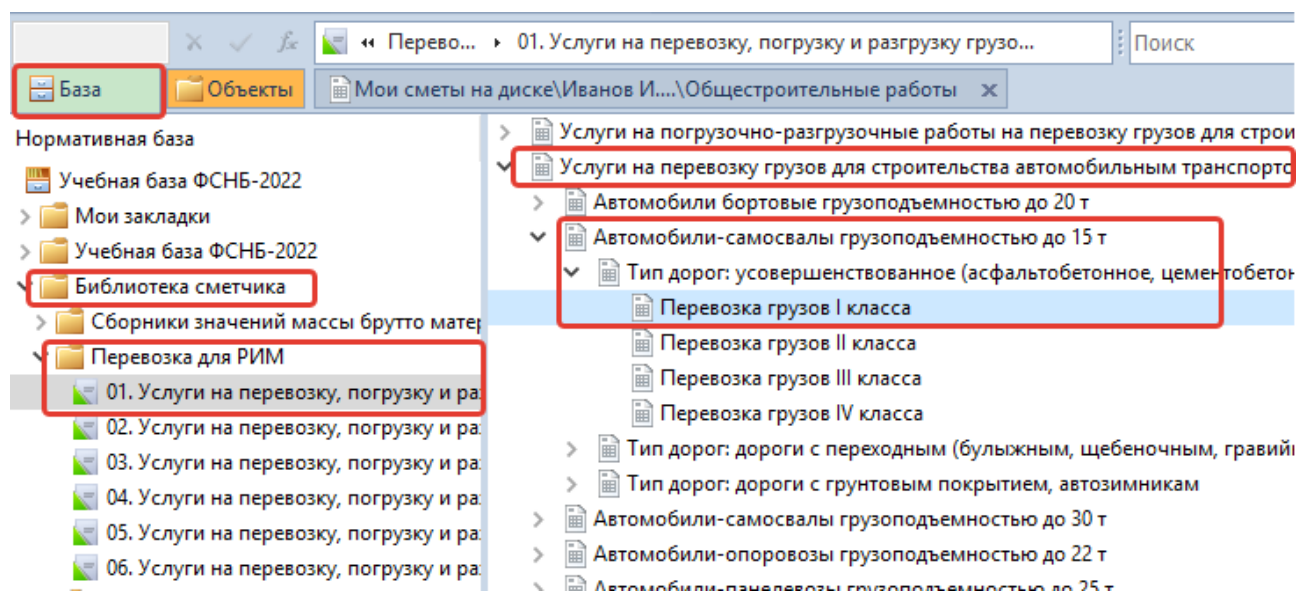

Рисунок 9.1. Открытие сборника Услуги на перевозку, погрузку и разгрузку грузов для строительства
- Используя путь **База → Библиотека сметчика → Перевозка для РИМ** откройте сборник **Услуги на перевозку, погрузку и разгрузку грузов для строительства** (рис. 9.1).